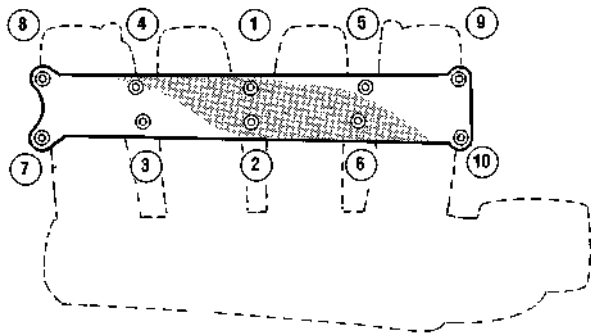

Fig. 27 Secuencia de ajuste del tubo múltiple de admisión
(1) Instale el múltiple de admisión sobre la culata de cilindros y apriete los sujetadores con una torsión de 28 N·m (250 lbs. pulg.) en la secuencia que se muestra en (Fig. 27).
(2) Retire la cubierta de los orificios de inyectores de combustible y cerciórese de que los orificios estén limpios. Instale el conjunto del tubo distribuidor del